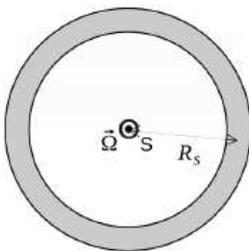

Figure 10 : station orbitale vue de dessus
**Q19.** Déterminer l'orientation de  $\vec{g}_a$  dans le repère  $(S, \vec{e}_r, \vec{e}_\theta, \vec{e}_z)$  lié à la station. Préciser en particulier l'orientation de la tête et des jambes d'un passager dans l'habitacle. On reproduira les figures 10 bis et 11 bis ci-dessous, et on y placera correctement la figurine. Choisir, à partir de la figure 8 et en justifiant, l'illustration A ou B qui est la plus réaliste.
Figure 10 bis : détail de la vue de dessus